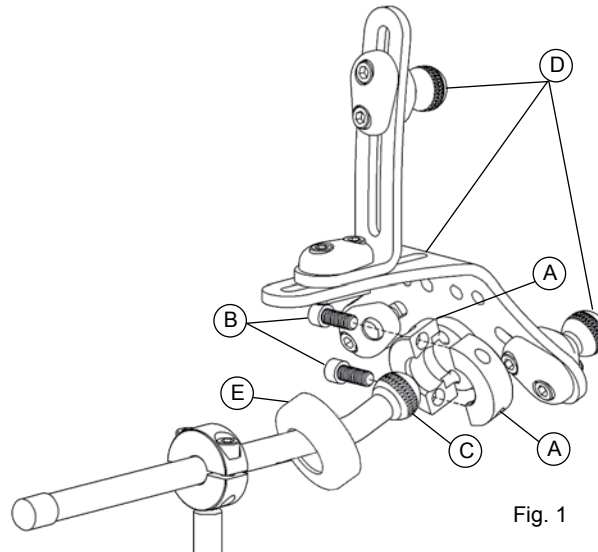

Fig. 1
Bevestiging opbouw van 3 kussens en basisplaat (Fig. 1)
1. Verwijder de bouten (Fig. 1, A) en haal de onderste helft van de borgring (Fig. 1, B) van het kussen weg
2. Klem de horizontale bal gelijkmatig (Fig. 1, C) tussen de borgring van het kussen (Fig. 1, D) en de interface van de voorwaartse ondersteuning (Fig. 1, E).